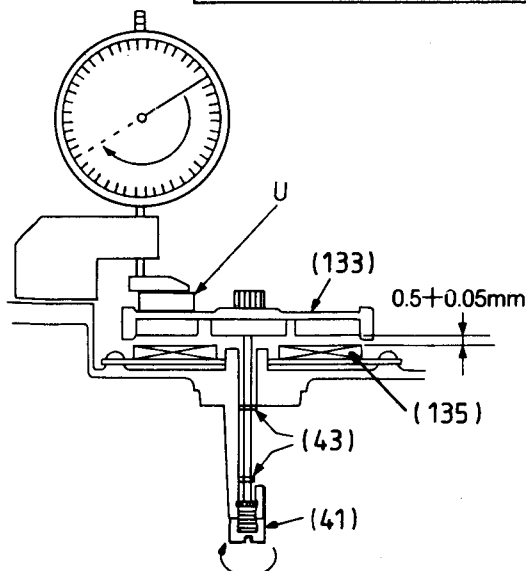

Fig. 25
- Mit der Einstellschraube (41) Abstand zwischen Capstanrotor (133) und -stator (135) auf 0,5 mm...0,55 mm einstellen (Fig. 25).
- With the adjustment screw (41) adjust the distance between the capstan rotor (133) and the stator (135) to 0.5mm...0.55mm (Fig. 25).